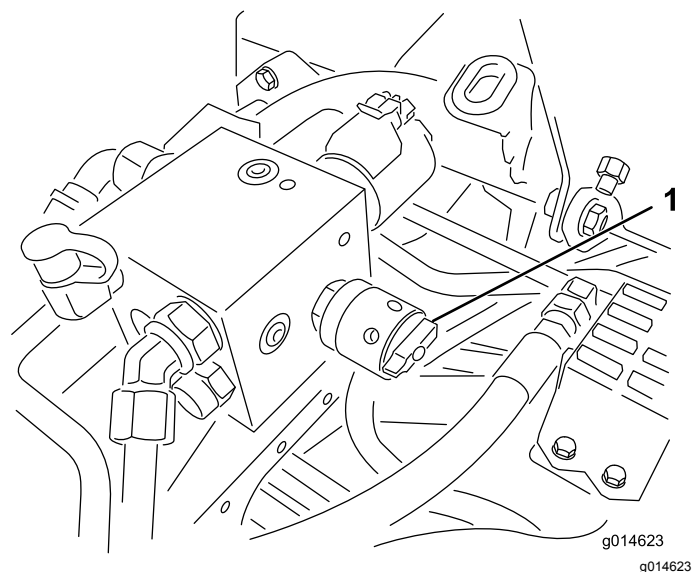

Figure 52
6. Tournez la commande de vitesse des cylindres à la position 1 (**Figure 52**).